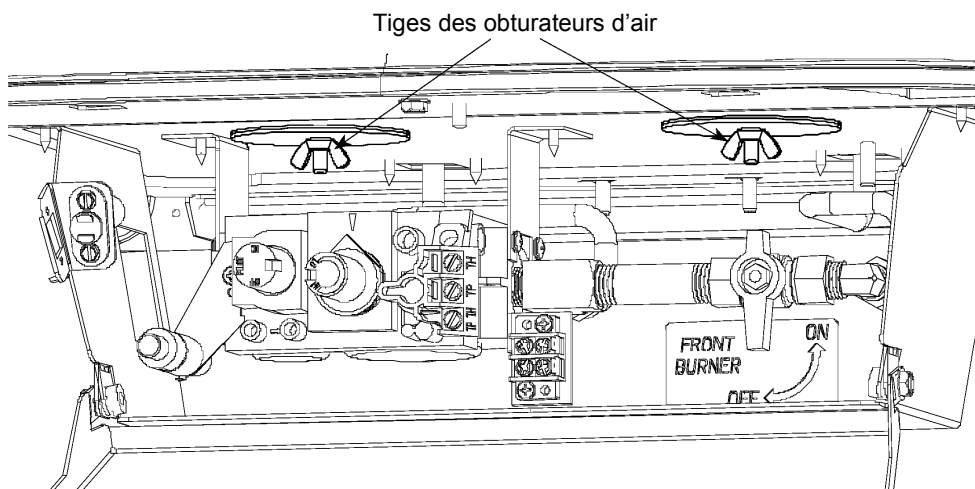

Figure 35.
15. **Ajustez les obturateurs d'air. Fig. 35**